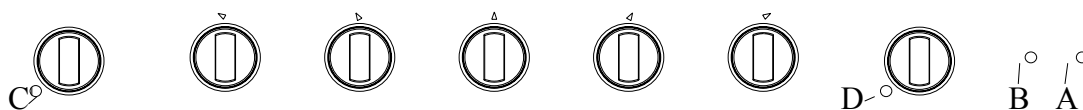

Fig. 15
**Mise en service / Using / Aansteken (fig. 15) :**